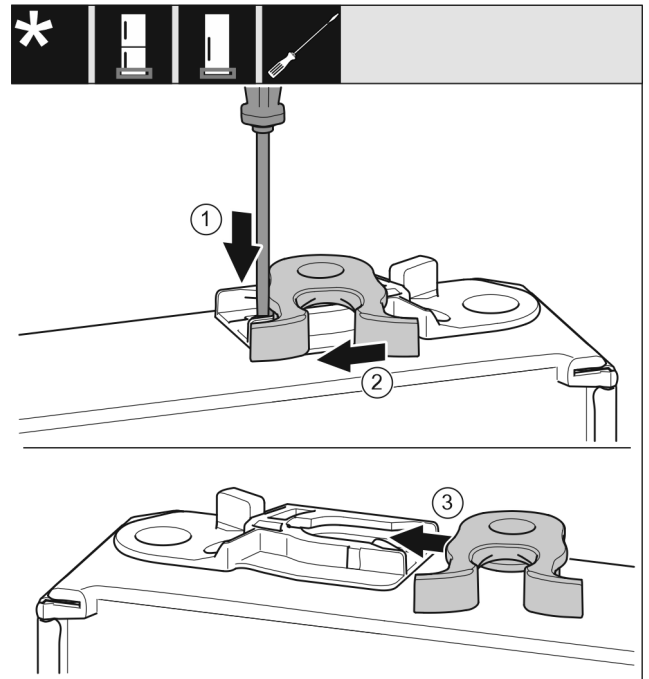

Fig. 23 *
- Lasche Fig. 23 (1) mit Schlitzschraubendreher nach unten drücken.*
- Schließhaken Fig. 23 (2) aus Führung ziehen.*
- Schließhaken Fig. 23 (3) auf anderer Seite in Führung schieben.*